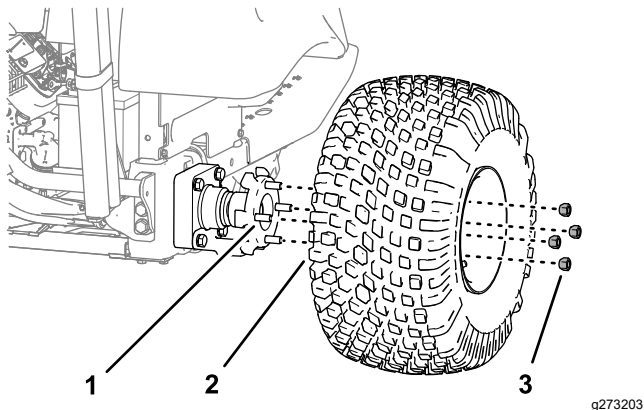

Figura 30
2. Scoatei cele 4 prezoane care fixează roata pe butuc i îndepărtați roata i anvelopa (Figura 30).
7. Asamblați anvelopa i janta în tifturile butucului de roată (Figura 30) cu cele 4 prezoane pe care le-ai îndepărtat la pasul 2 i strângeți prezoanele manual.